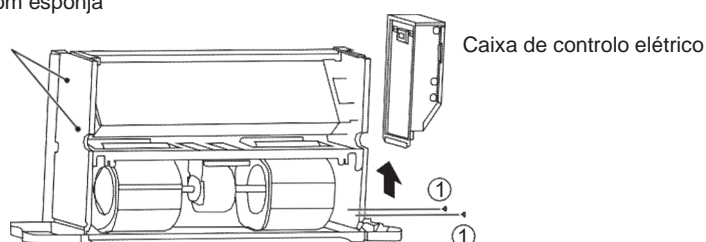

Figura 5-19: Remoção da caixa de controlo elétrico e bloqueio dos furos em forma de diamante
Como mostra na Figura 5-19, remova os parafusos ①\*2 para extrair o quadro elétrico.